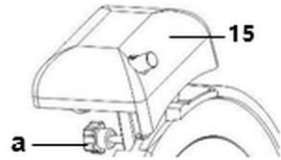

Fig. 9
2. Allentare la vite di fissaggio (a) dall'affilatoio (15) dal retro dell'apparecchio (fig. 9).
3. Estrarre l'affilatoio (15) e ruotarlo di 180°.
4. Inserire l'affilatoio (15) nella guida prevista a tal fine e stringere la vite di fissaggio (a).
6. Collegare l'apparecchio ad una singola presa di corrente munita di messa a terra e accendere l'apparecchio con il tasto bianco START (B).
1. Togliere l'affilatoio dall'apparecchio (fig. 9).
1. Togliere l'intero affilatoio dall'apparecchio (fig. 9).